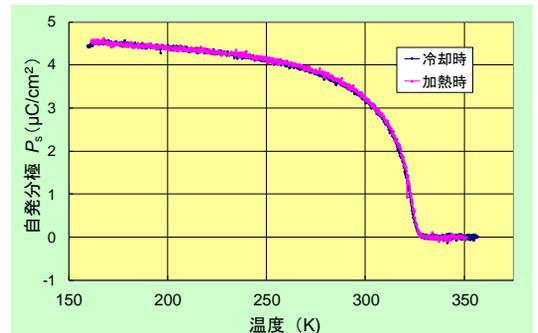

図3 硫酸三グリシンの自発分極温度依存性
- ▶ 代表的強誘電体、硫酸三グリシンに約325 K以下で現れる D - E 履歴曲線を測定し、決定した自発分極の温度依存性を図3に示した。